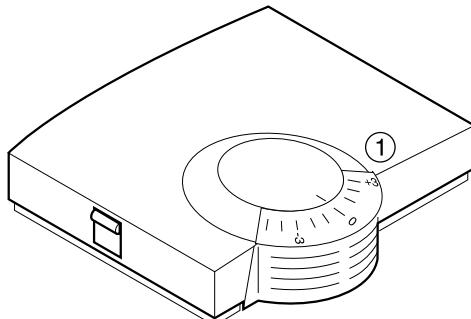

Figur 4: Sæt kabinetet på
- Sæt kabinetet på foroven, og bring det i indgreb forneden (se Figur 4).
- ▶ Sæt kabinetet på foroven, og bring det i indgreb forneden (se Figur 4).